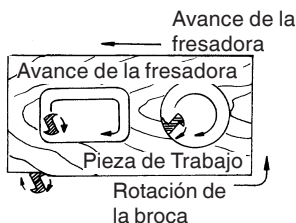

Fig. 16
- (2) La broca gira hacia la derecha (sentido de la flecha indicada en la base). Para lograr la máxima efectividad del corte, haga avanzar la fresadora vertical de acuerdo con los sentidos de avanca mostrados en la Fig. 16.